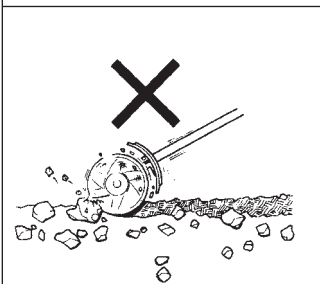

Fig. 3-5
- b. Do not work in rocky area. If the tines jammed with rock or hard soil, or tangled around with long grasses, shut off engine first, then remove the obstruct. (Fig. 3-5)
- b. Verwenden Sie das Gerät nicht in steinigem Erdreich. Wenn das Pflugmesser gegen Steine oder harte Erdteile schlägt oder wenn sich lange Gräser im Messer verfangen, schalten Sie den Motor aus und beseitigen Sie das Problem. (Fig. 3-5)